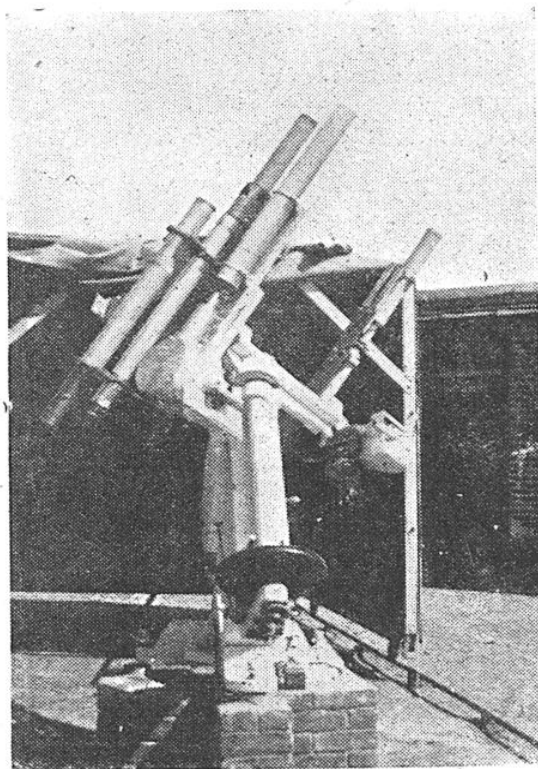

FIG. 6. — APPAREILS D'OBSERVATION DE L'ÉCLIPSE DU 19 JUIN 1936 A KUSTANAI (U.R.S.S.)
qui permettent d'observer et d'étudier la chromosphère, les protubérances et même la couronne en dehors des éclipses (1). Les astronomes français ont apporté une très importante contribution à ces belles découvertes (MM. Janssen et Deslandres pour l'observation de la chromosphère, M. Lyot pour celle de la couronne). Mais, malgré l'extrême ingéniosité de ces recherches, il est certain que l'intense lumière solaire directe gêne beaucoup d'observations. Aussi les éclipses totales du Soleil sont-elles très importantes pour les astronomes professionnels. Ils préparent méticuleusement dans les laboratoires leurs appareils, plusieurs mois à l'avance. Ils traversent souvent des milliers de kilomètres pour venir en un lieu favorable : par exemple l'astronome américain S. M. Mitchell déclare qu'il a parcouru 100 000 kilomètres pour être témoin de sept éclipses, qui lui ont donné l'occasion de travailler, au total, pendant quinze minutes. Enfin, ils installent leurs appareils photographiques, leurs spectrographes, etc., quelques semaines à l'avance au poste choisi (fig. 6), les règlent et s'habituent à faire exactement, à la seconde près, tous les gestes qu'ils auront à accomplir pendant les courtes minutes de la totalité. Pas de geste maladroit, pas d'erreur. Sinon tout est manqué. Malheureusement, c'est parfois le mauvais temps qui, malgré les prévisions, vient troubler ou empêcher complètement les observations. Un nuage sur le Soleil suffit pour réduire à zéro tous les efforts d'une coûteuse et pénible expédition. Aussi les expéditions d'éclipses sont-elles parfois bien décevantes.